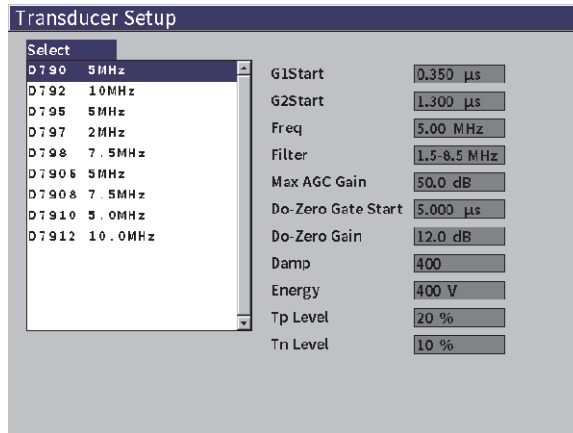

Рис. 11-35 Страница настройки преобразователя
9. При использовании ПЭП без центрального контакта разъема, выберите преобразователь на странице **Настр. ПЭП** после активации коррозионного модуля (см. Рис. 11-35 на стр 225).